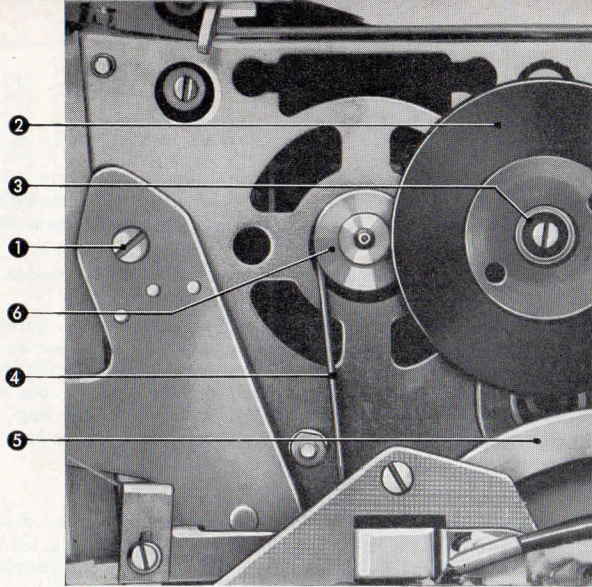
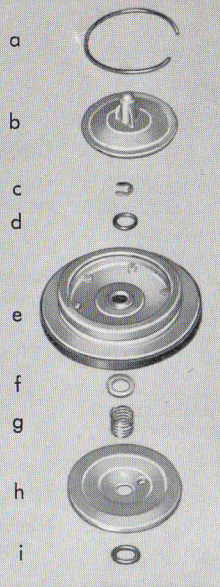

Abb. 1 Fig. 1
Abb. 2 Fig. 2
3. Linke Kupplung ① ausbauen (auf Abbildung 1 ist die Kupplung bereits ausgebaut), Reihenfolge siehe Abbildung 2.
3. Démonter l'embrayage ① de gauche (déjà enlevé sur fig. 1). L'ordre de démontage vous est donné dans fig. 2